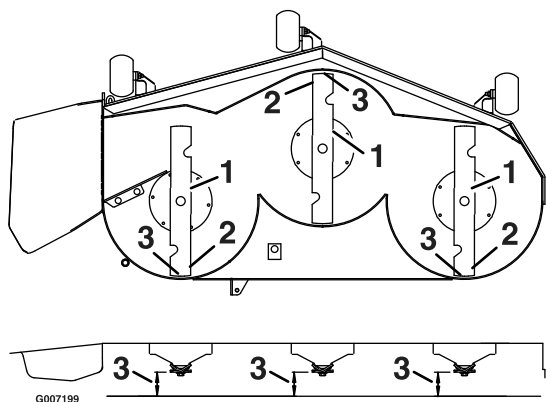

Figura 63
3. Gire cuidadosamente las cuchillas colocándolas en el sentido de avance de la máquina (Figura 63).
4. Mida entre la punta de la cuchilla delantera y la superficie plana y entre la punta de la cuchilla trasera y la superficie plana (Figura 63). Si la punta de la cuchilla delantera no está entre 1,6 y 7,9 mm más baja que la punta de la cuchilla trasera, vaya al procedimiento Nivelación de la plataforma de corte.